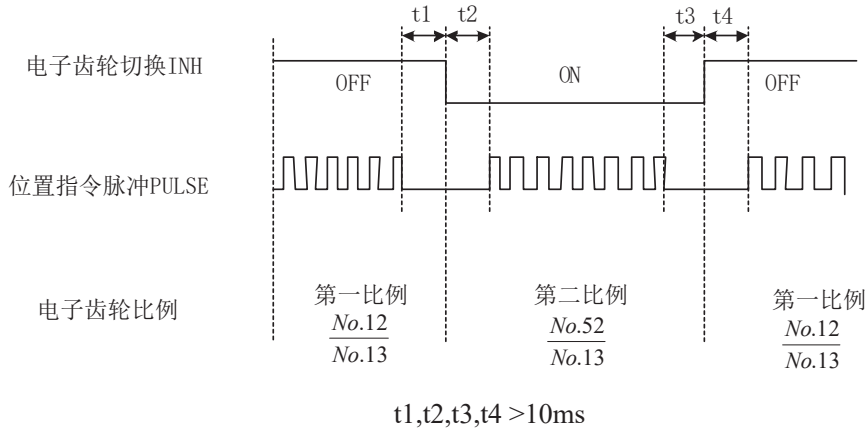

图 7.14 动态电子齿轮切换时序
- 注意 电子齿轮切换时，必须满足图 7.14 时序，在输入 INH 的变化点前后至少 10ms，不要发脉冲。